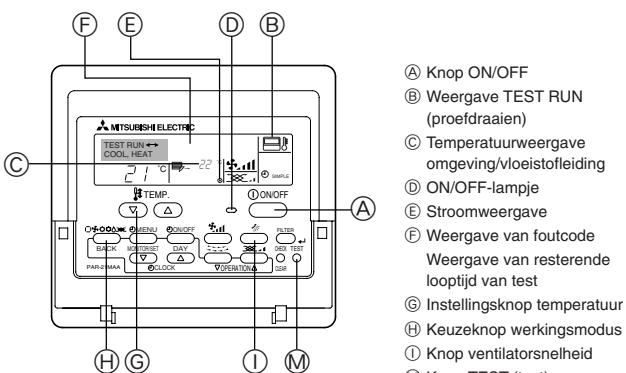

Fig. 10-2
10.3.2. Afstandsbediening med draad (Fig. 10-2)